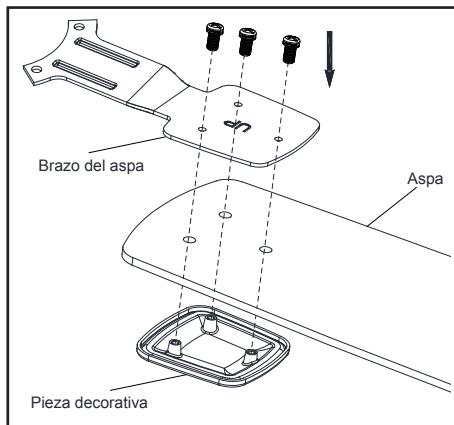

Figura 12
1. Fija el aspa al brazo del aspa y a la pieza decorativa del brazo del aspa insertando los orificios para tornillos del brazo del aspa en los tres orificios para tornillos del aspa. Asegúrala con los tornillos de fijación de aspa incluidos (Figura 12).